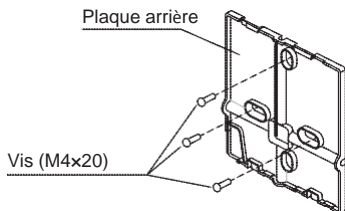

Fig 3-5
- Pour une installation apparente, visser la plaque arrière au mur avec les 3 vis (M4x20) et chevilles. (Fig.3-5)